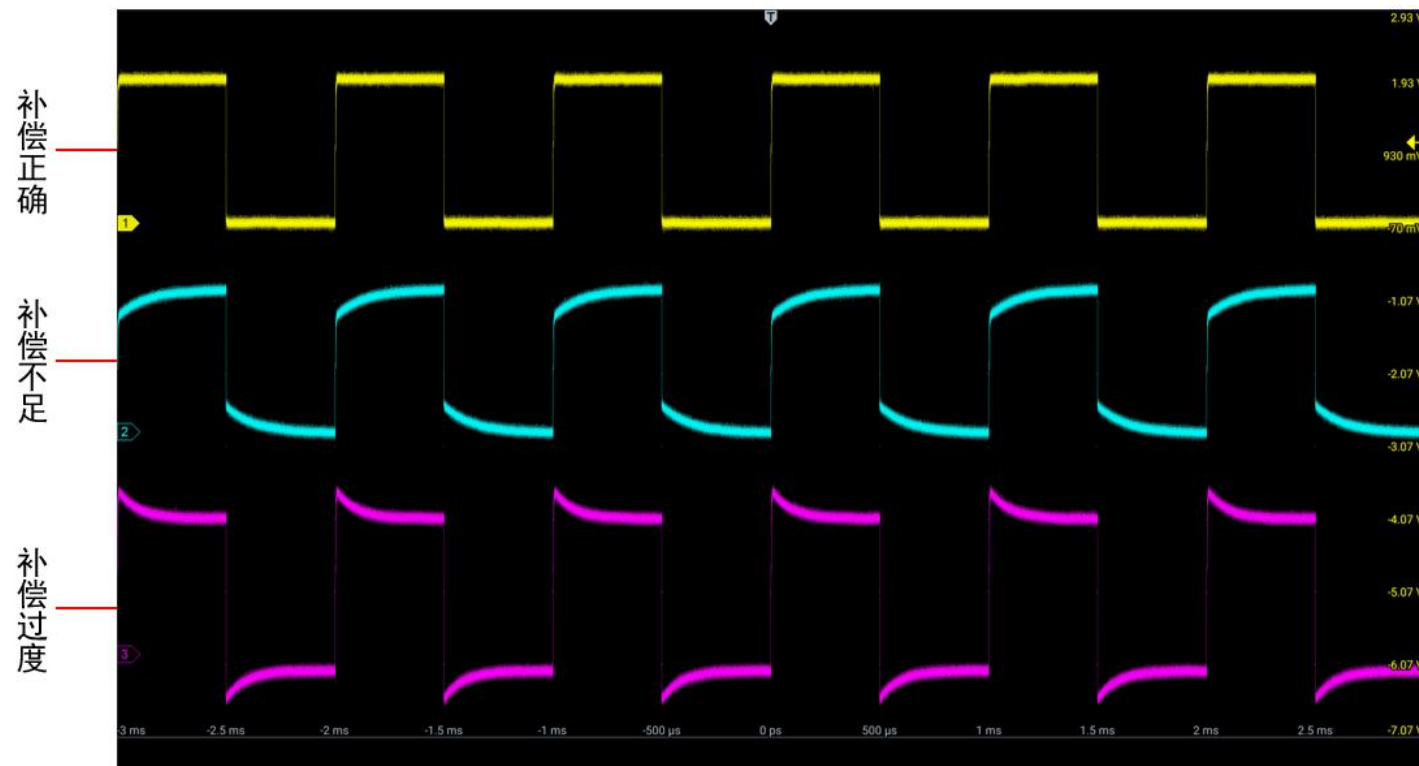

图 2-13 探头补偿
- 5) 轻点 Auto 键或者手动调节波形垂直灵敏度、水平时基。观察波形形状，见图 2-13。